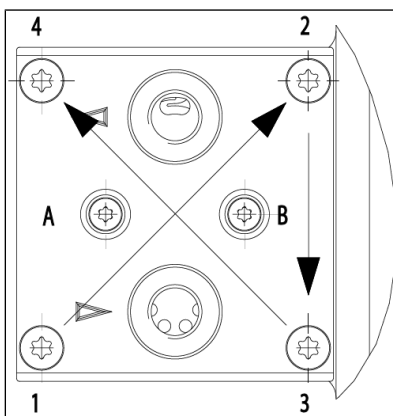

Abb.6 Kopfschrauben anziehen
- Entfernen Sie die Ventilplatten/Dichtungen (12) von der Zwischenplatte (6).
- Prüfen Sie die Ventilsitze, Zwischenplatte (6) und Kopfdeckel (5) auf Verunreinigung und Beschädigung. Reinigen Sie die Teile ggf.
- Legen Sie die neue Ventilplatten/Dichtungen (12) in die Ventilsitze der Zwischenplatten (6) ein.
- Setzen Sie den Kopfdeckel (5) entsprechend der Filzstiftmarkierung auf die Zwischenplatte.
- Prüfen Sie die Zentrierung des Kopfdeckels (5) durch leichte seitliche Bewegung.
- Verbinden Sie Kopfdeckel (5) und Zwischenplatte (6). Schrauben Sie dazu die Schrauben (3; Abb. 6: A + B) mit Tellerfeder (11) und Passscheiben (10) ein, bis der Schraubenkopf flächig aufsitzt, d. h. gerade bis zum ersten Widerstand. Bringen Sie auf das Gewinde der Schrauben ein wenig Schraubensicherungsmittel auf (Loctite 222 oder vergleichbares Produkt).
- Setzen Sie die Druckplatte (4) entsprechend der Filzstiftmarkierung auf den Kopfdeckel.
- Schrauben Sie die Schrauben (1) mit Tellerfeder (11) ein und ziehen Sie diese entsprechend der Reihenfolge 1-2-3-4 (siehe Abb. 6) über Kreuz mit 1 Nm leicht an.
- Ziehen Sie die Schrauben (1) mit Tellerfeder (11) entsprechend der Reihenfolge 1-2-3-4 (siehe Abb. 6) über Kreuz fest. Anziehdrehmoment: 2,1Nm.
- Ziehen Sie anschließend die Schrauben (3; Abb. 6: A + B) mit einer weiteren Viertel Umdrehung an (Anziehdrehmoment 30 Ncm) und bringen Sie die Schraubenabdeckungen (2) an.